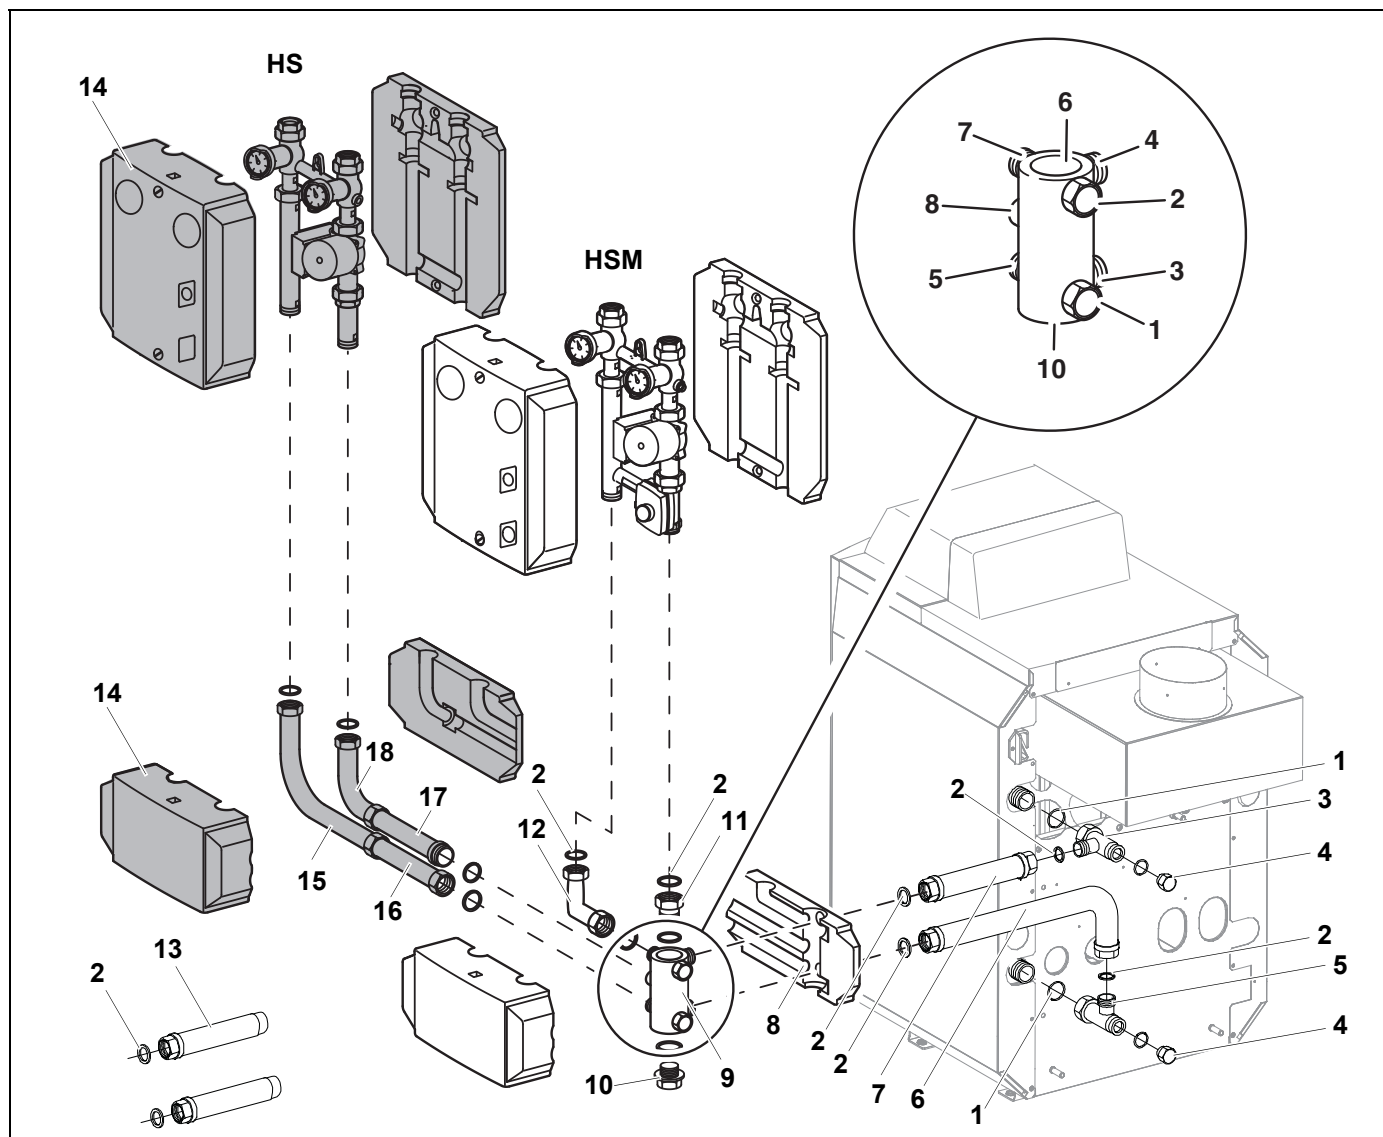

Рис. 5 Монтаж сбоку параллельно справа с дополнительным комплектом ES 2
- Уложите уплотнение [2] в соответствии с рис. 5 в резьбовое соединение промежуточного участка [16] и приверните промежуточный участок [16] к штуцеру № 5 многофункциональной гребенки [9].
- Приверните комплект подключения отопительного контура со смесителем (HSM) или без него (HS) в соответствии с рис. 5.